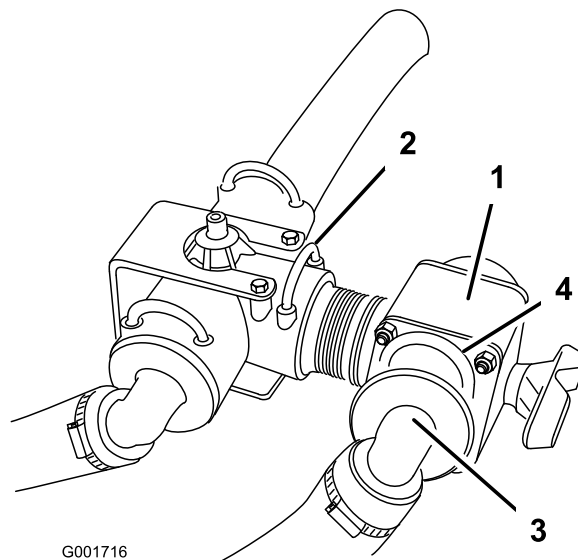

Figura 9
4. Instale a nova válvula de controlo na porta aberta virada para trás no T de alimentação e prenda-a com a nova forquilha de retenção (Figura 9).
6. Ligue o tubo de alimentação da rampa à porta aberta na válvula de controlo e prenda-o com o fixador previamente removido (Figura 9).